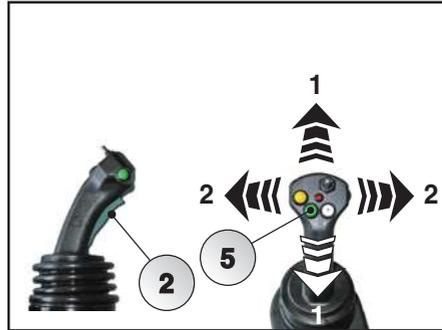
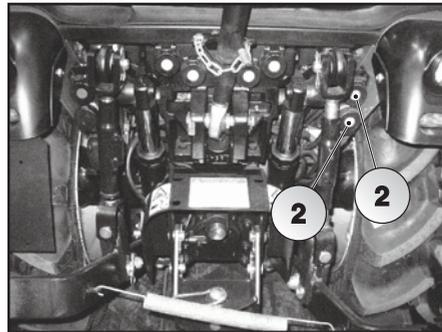

Abb. 5.78
Abb. 5.79
Den grünfarbigen Sicherheitsknopf (2) (Fahrer anwesend) und den grünfarbigen Knopf (5) gedrückt haltend, ist es möglich den Joystick Hebel wie im Bild 5.78 zu richten u. die Schnellkupplungen wie im Bild 5.79 gezeigt zu fördern.